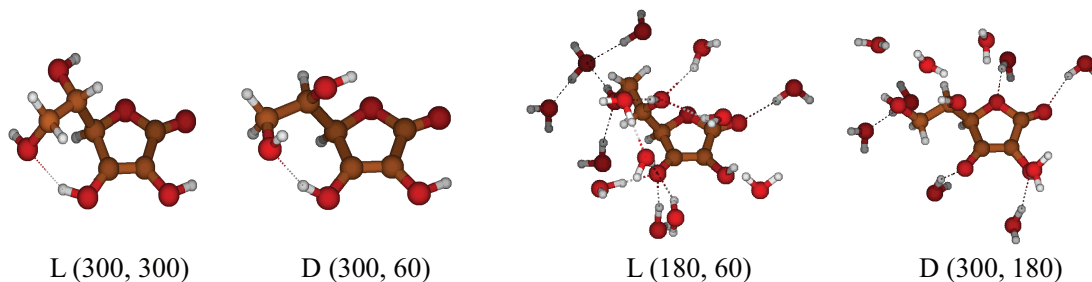
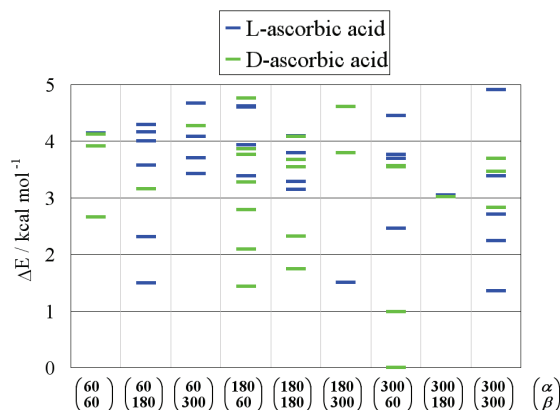

図 7. 気相中および水溶液中における安定構造
図 4. 相対エネルギー
(1) 気相中における L 体と D 体の構造最適化から HF/6-31G*レベルにおいてそれぞれ 139 種、128 種の local minima が得られた。そのうち MP2/6-311++G**レベルで得られた安定構造の相対エネルギーを図 4 に示す。9 つの $\alpha\beta$ 構造異性体に分類し、それぞれ欄には水酸基の向きの異なるコンフォーマーが含まれている。L 体 D 体それぞれについて分子内で水素結合できるコンフォーマーが安定である。最安定構造を図 7 に示す。
(2) 水溶液中のシミュレーションにより 9 つの構造異性体それぞれについて MD トラジェクトリーを得た。QM/MM 法により得られるポテンシャルエネルギーは次式で表される。
気相中では環と側鎖の水酸基間で水素結合を形成するコンパクトなコンフォーマーが最安定である。一方、水和エネルギーにより水溶液中の安定性を判断すれば、多くの水分子が配位できる側鎖の伸びた溶質表面積の大きいコンフォーマーが水溶液中では安定である (図 7)。L 体は D 体に比べ、より水分子と配位できる立体構造をもっている。